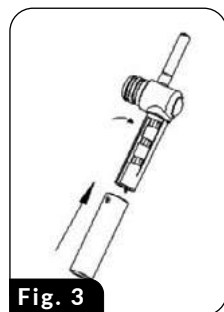

Fig. 3
1. Posiziona le tazze piccole su un supporto estraibile (6) dopo averle estratte in precedenza.
2. Due grandi fori nel supporto (6) e nella griglia (9) si trovano direttamente sotto l'uscita del caffè della fiaschetta: indicano il posto in cui posizionare correttamente due tazzine.
3. Posizionare una tazza grande direttamente sulla griglia della leccarda (9): il supporto (6) deve quindi essere inserito all'interno del dispositivo.
ATTENZIONE! Durante la preparazione del caffè CAPPUCCINO o LATTE, assicurati di regolare l'ugello del tubo schiumogeno (22). È inoltre possibile regolare la lunghezza dell'ugello del tubo di erogazione del latte schiumato bloccandolo in diverse impostazioni di lunghezza in modo da adattarlo a diverse dimensioni della tazza (Fig.3).